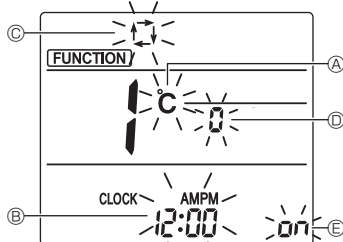

Fig. 6-10
3. Kontroller at funksjonsnr. "1" vises, og trykk deretter på SET-knappen 3. Skjerminnstilling-skjermen vises. (Fig. 6-10)